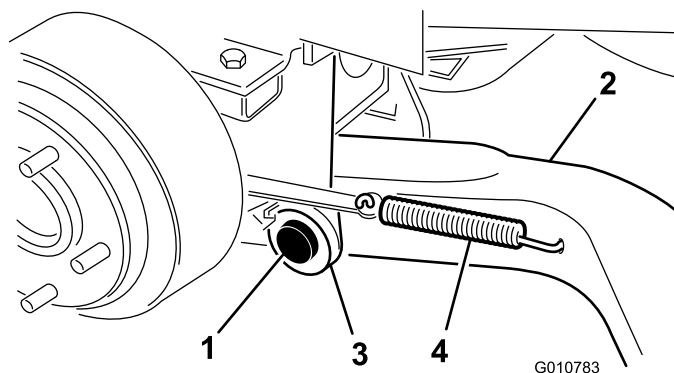

図 3
4. ピボット・ピン 1 本、コッター・ピン 1 本を使って、ピボット・ブラケットに昇降アームを取り付ける（図 3）。昇降アームを、曲がった部分が外側を向くようにして取り付ける。
5. ブレーキ・リターン・スプリングを昇降アームの穴に引っ掛ける図 3。